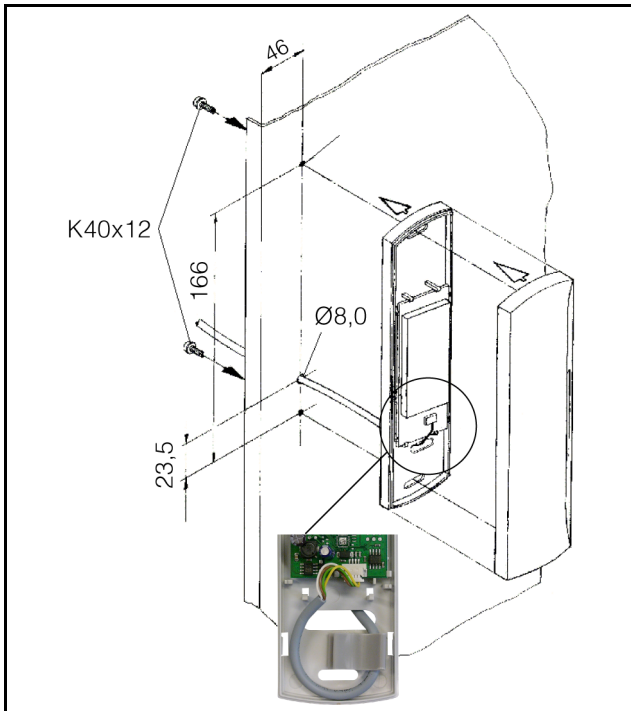

Abb. 3: Montage TS-Stahlblechtür
- Sehen Sie die Bohrungen an der gewünschten Stelle am Rahmen der TS-Stahlblechtür mit dem entsprechenden Maß vor (Abb. 3).